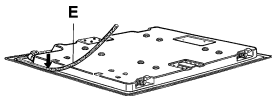

РИС. 9
- Переверните рабочую поверхность, Правильно расположите прокладку "Е" (рис. 9) под краями рабочей поверхности таким образом, чтобы внешняя сторона прокладки точно совпала с внешним краем рабочей поверхности. Края полосок должны совпадать, не выступая друг над другом.